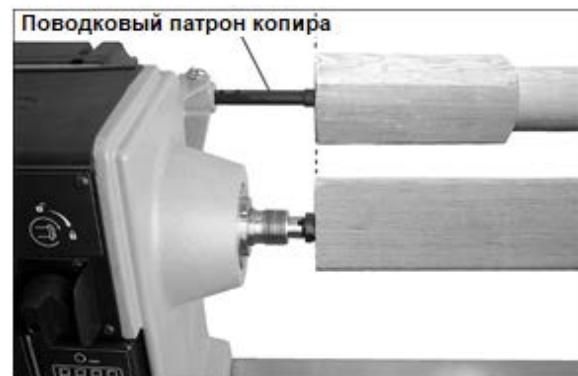

Рис. 8-6: копир
1. Установите врачающийся четырехзубцовый поводковый патрон копира в кронштейн защитного ограждения, подняв фиксатор и вставив патрон так, чтобы его конец был на одном уровне с концом центра, установленного в передней бабке. См. Рис. 8-6. Фиксатор в кронштейне должен войти в одно из отверстий центра копира в этой позиции.